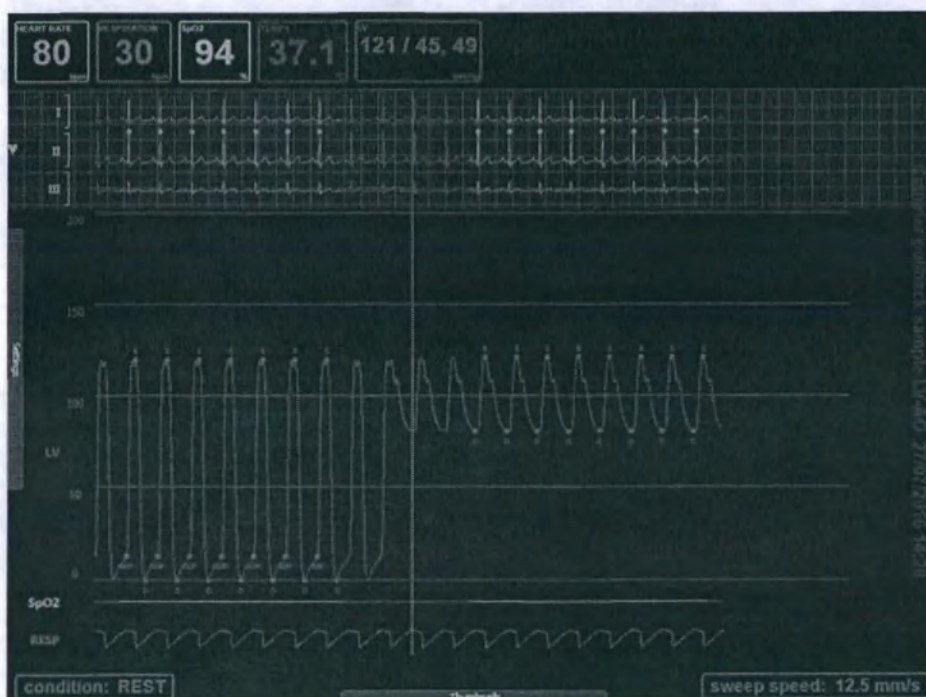

Рис. 9.9: Sample Review (Обзор пробы) — Pullback sample (Шаблон протяжки)
- 1) При создании нового шаблона протяжки, в системе появится два (2) шаблона (рис. 9.9);
- 2) При выборе шаблона P1 шаблон отображается полностью (рис. 9.9)